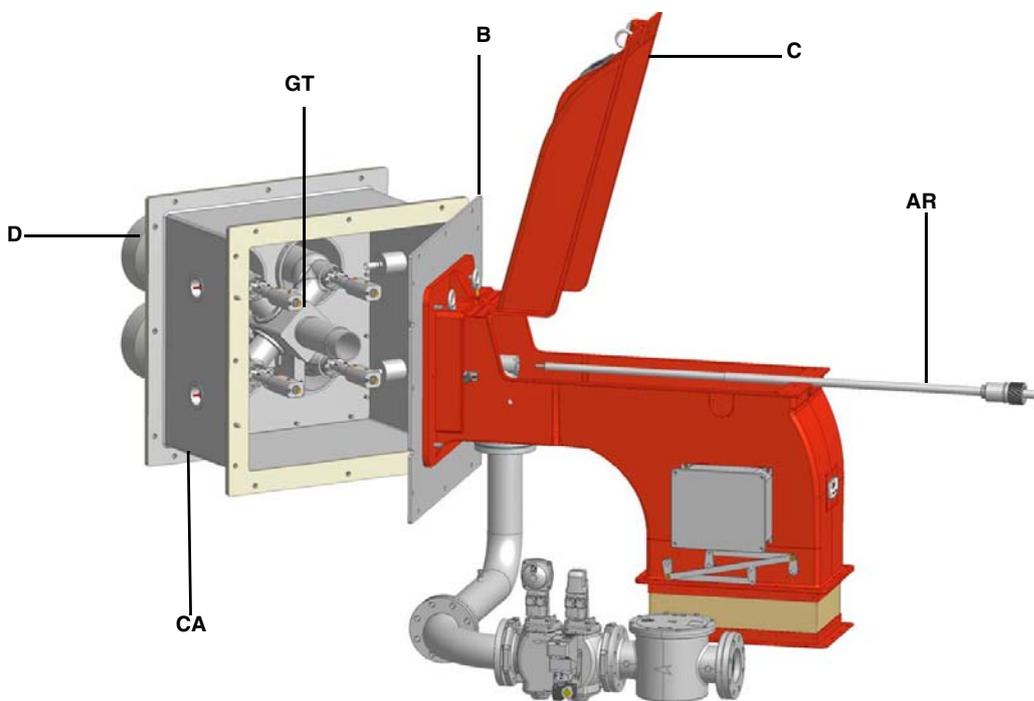

Рис. 15
- Снять, проверить и почистить голову сгорания (см. Рис. 15).